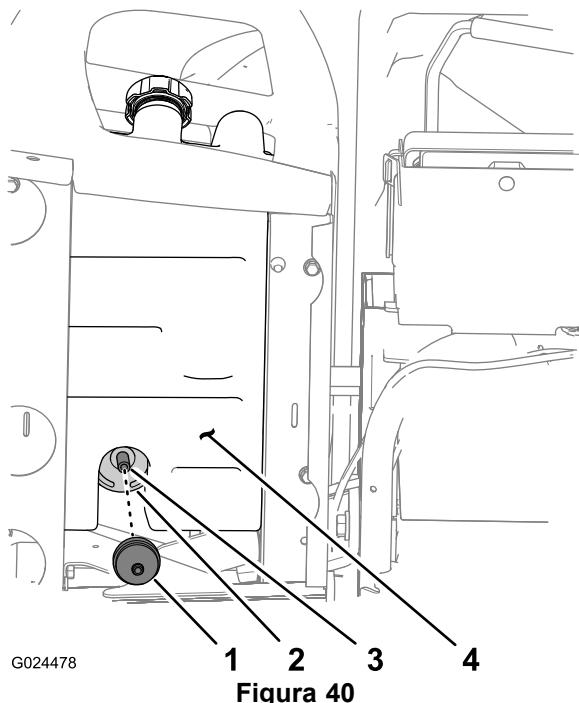

Figura 40
1. Desconecte el acoplamiento dentado del filtro del cartucho de carbón de la manguera de la parte inferior del cartucho de carbón, y retire el filtro (Figura 40).